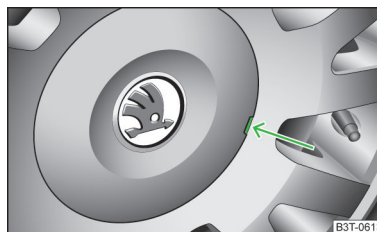

Fig. 178
- Démontez les enjoliveurs de roue avec précaution à l'aide de l'étrier métallique faisant partie de l'outillage de bord » fig. 178.